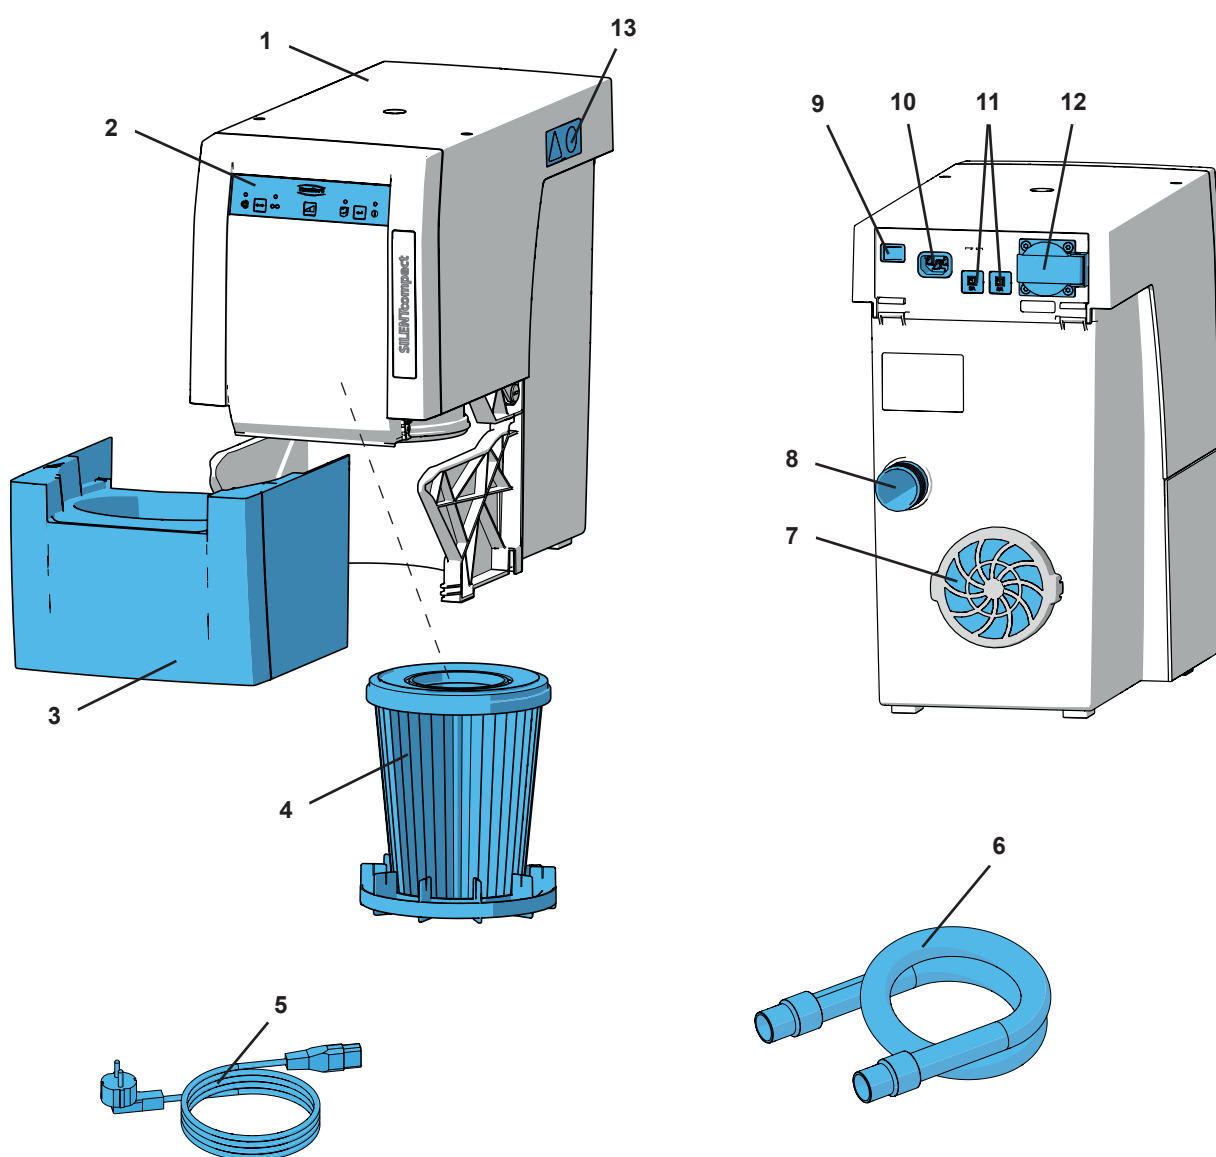

図 1
- 集塵装置は、排気口(7, 図 1)を妨げないように、設置して下さい
- ⇒装置のオン・オフ スイッチ(9) をオフにします。
- ⇒電源コード (5、図 1) を電源コンセント(10) に挿し込みます。
- ⇒吸引ホース(6、図 1) を吸引口(8) に挿し込みます。